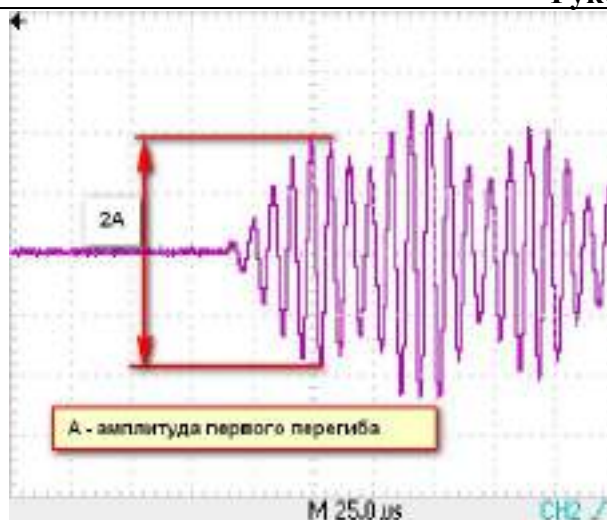

**Рисунок 1.6 – Сигнал с выхода предварительного усилителя**
1.2.5.2 Система АРУ обеспечивает поддержание на заданном уровне с заданным допустимым отклонением амплитуды первого перегиба информационного сигнала на выходе предварительного усилителя (Рисунок 1.6).